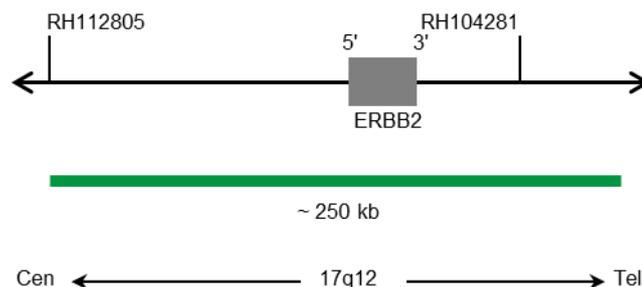

Fig. 1: SPEC ERBB2 Mappa della sonda (non in scala)
- Polinucleotidi marcati con digossigenina (~1,1 ng/ $\mu$ l), le cui sequenze target mappano in 17q12\* (chr17:37,725,661-37,973,541) che ospitano la regione del gene ERBB2 (vedere Fig. 1).